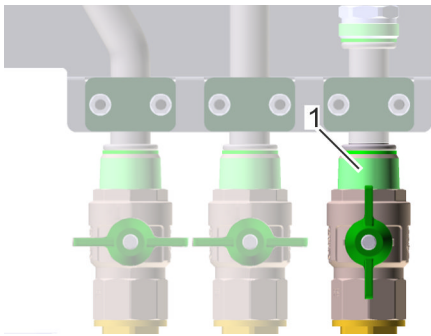

Abb. 34: Kugelhahn Frischwasser öffnen
4. ➤ Kugelhahn Frischwasser (Abb. 34/1) langsam öffnen.